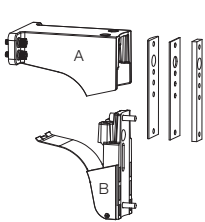
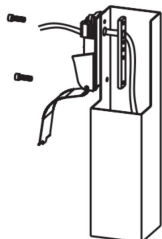
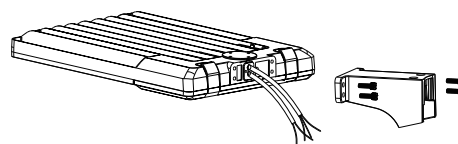

Fig. 1
Fig. 2
Fig. 3
1. Percer deux (2) trous de 10 mm dans la surface sur laquelle le luminaire sera fixé.
2. Faire glisser la pièce B hors de l'ensemble du support fixe et la fixer sur le mât à l'aide de deux (2) boulons Allen de 8 mm. **REMARQUE :** si le mât est rond, retirer le joint d'étanchéité interne en silicone rond. (Fig. 1 et Fig. 2) **Ne pas trop serrer les boulons; couple recommandé : 4,5 Nm (40 lb-po).**
3. Retirer et jeter le bras à cliquet en desserrant les deux (2) boulons de 8 mm qui relient le support au bas du luminaire.
4. Faire passer les fils à travers la pièce A du support fixe et fixer le luminaire au support à l'aide des quatre (4) boulons Allen de 8 mm. (Fig. 3) **Ne pas trop serrer; couple recommandé : 4,5 Nm (40 lb-po).**